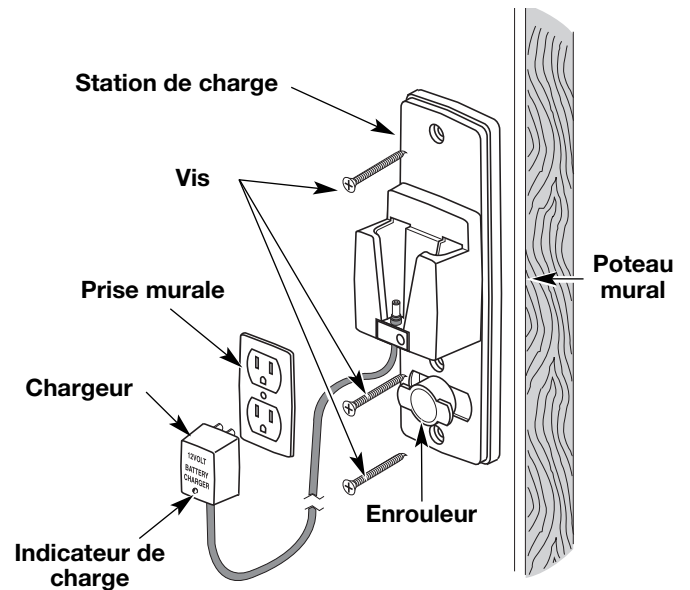

Fig. 3
2. Repérez le poteau du mur et montez la station au mur à l'aide des trois vis fournies (Fig. 3). Assurez-vous que les vis pénètrent dans le poteau pour bien tenir.
3. Branchez le chargeur dans la prise murale et enroulez tout excédent de fil autour de l'enrouleur de la station de charge (Fig. 3).